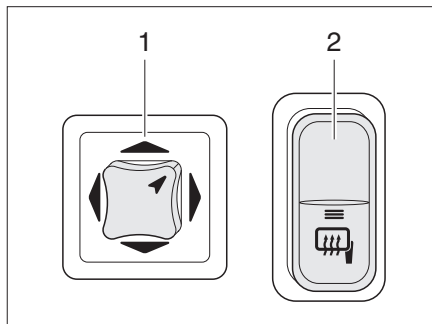

Fig. 23 Interruttore per gli specchietti esterni a regolazione elettrica e riscaldamento degli specchietti
- Selezionare lo specchietto da impostare. A tal fine premere l'interruttore girevole (Fig. 23,1) verso sinistra oppure verso destra.
- Premendo l'interruttore (Fig. 23,1) regolare lo specchietto nella posizione corrispondente.
- Premere l'interruttore (Fig. 23,2). La spia di controllo nell'interruttore si accende in arancione e indica il funzionamento.